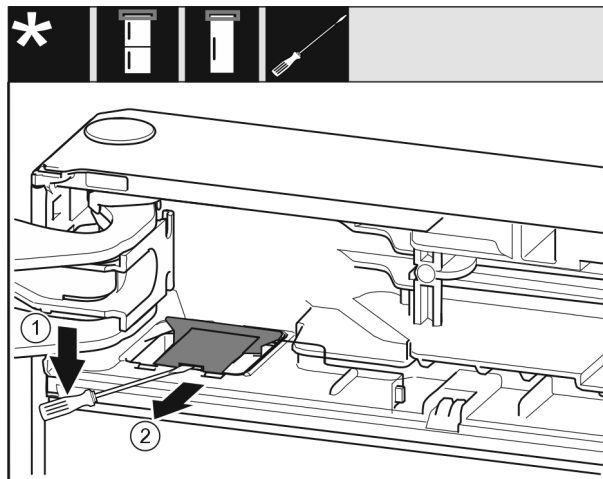

Fig. 7
- ▶ С плоска отвертка освободете и повдигнете капака. Fig. 7 (1)
- ▶ Извадете капака. Fig. 7 (2)